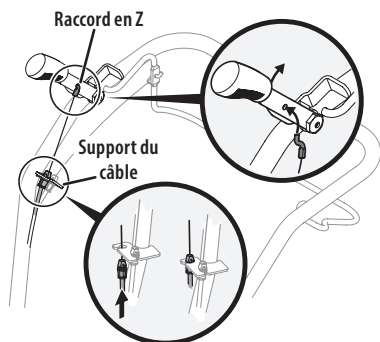

Figure 7
4. Faites passer le câble d'embrayage de la marche arrière (si équipé) doté du raccord rouge dans le trou supérieur du support et poussez le raccord jusqu'à ce que la rainure du raccord s'emboîte facilement. Voir la Figure 7.
5. Enfoncez le raccord en « Z », de l'intérieur vers l'extérieur dans le trou de la commande d'embrayage de la marche arrière. Voir la Figure 7.